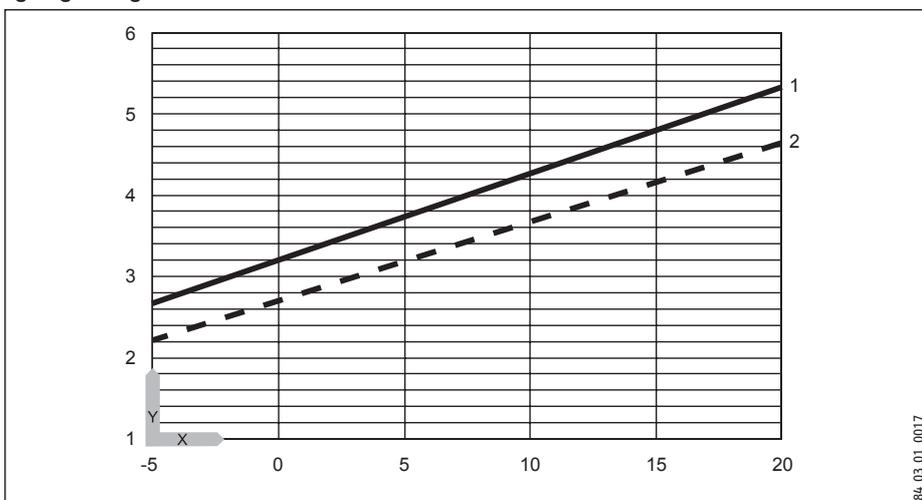

Fig. 14c
Mida la temperatura del circuito de impulsión y de retorno del lado de las fuentes de calor. Para ello, calcule el diferencial de temperatura a partir de estos dos valores de medición, tomados en las tuberías de unión de la bomba de calor, bajo el aislamiento térmico. Los diagramas (Fig. 14c) muestran el diferencial de temperatura con el caudal nominal.
- ▶ Arranque el ajuste de la bomba de fuentes después de un intervalo de tiempo mínimo de funcionamiento de la bomba de calor, de aprox. 10 minutos. (consulte la Fig. 14c)